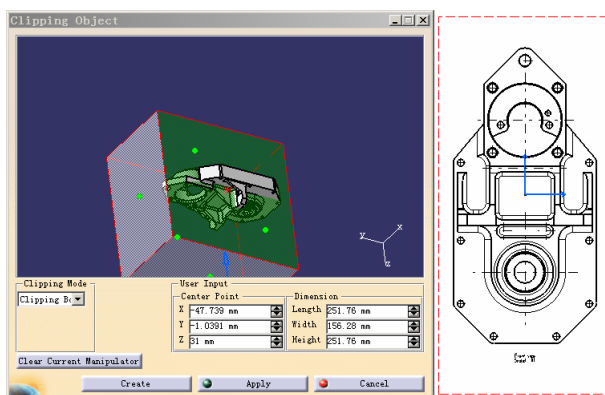

图 6-221
- 双击需要移动的裁剪平面，在 2D 视图中，移动鼠标到视图中某个坐标轴、中心线或边界（点或直线）上，则裁剪平面也会在三维窗口中移动到相应位置。此方法可以精确定位裁剪边界到某个孔或平面上，生成的视图也将与参考元素产生关联，如图 6-221 所示。